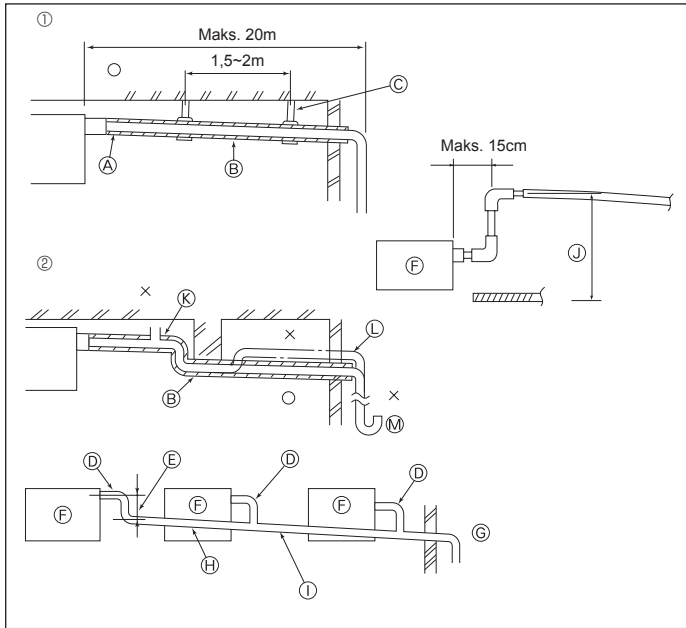

Fig. 3-4
3.4. Drenaj Tesisatı İşleri (Fig. 3-4)